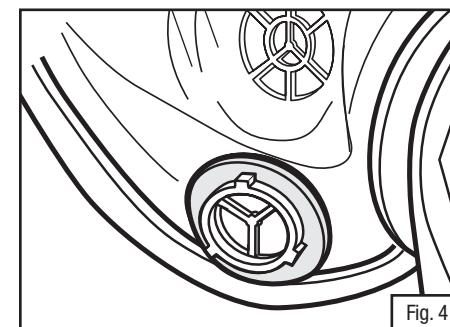

Fig. 4
- Installer les joints d'étanchéité neufs sur les raccords à baïonnette de l'orifice d'inhalation du masque. S'assurer de la bonne mise en place des joints d'étanchéité sous les trois pattes de chaque orifice d'inhalation à fixation par baïonnette (Fig. 4).